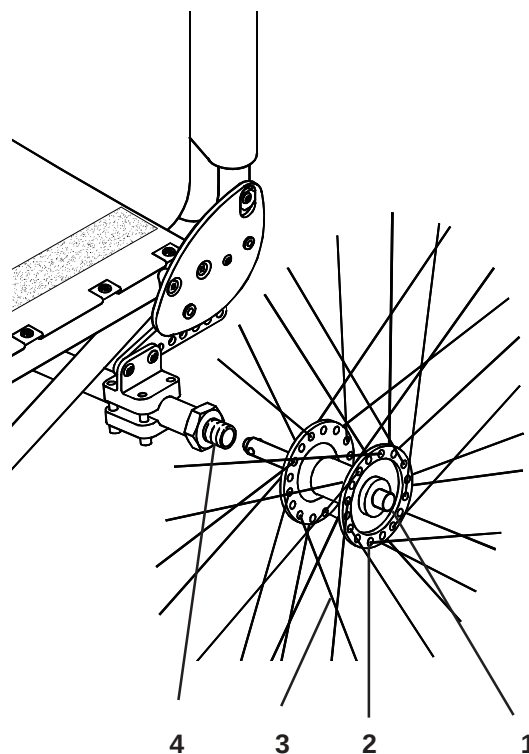

Fig. 21
Voor het verwijderen van de quick release assen (Fig. 21) drukt u de quick release knop (1), die geplaatst is op de wielnaaf (2) in en pakt u het wiel door de spaken (3) bij de naaf vast en trekt u de as uit de geleider (4). Voor het terugplaatsen schuift u de as in de geleider totdat de quickrelease knop naar buiten springt.